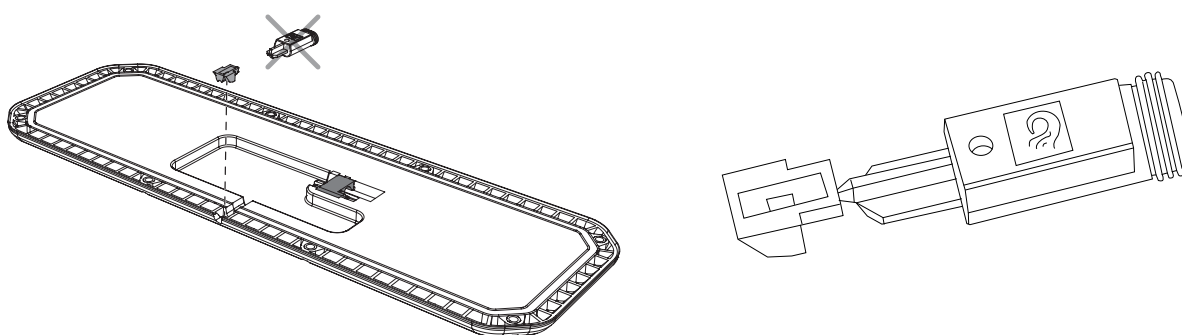

Imagen 50. Montaje del tapón para sellar el UCU.
4. Suelte con cuidado la parte exterior del tapón y encaje la toma. Imagen 50